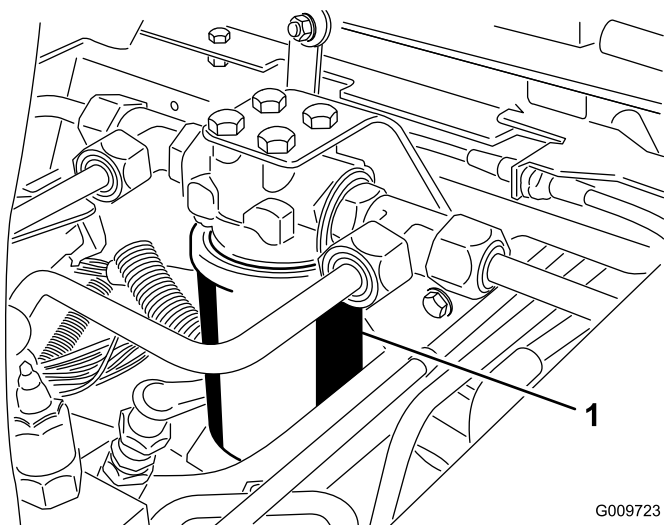
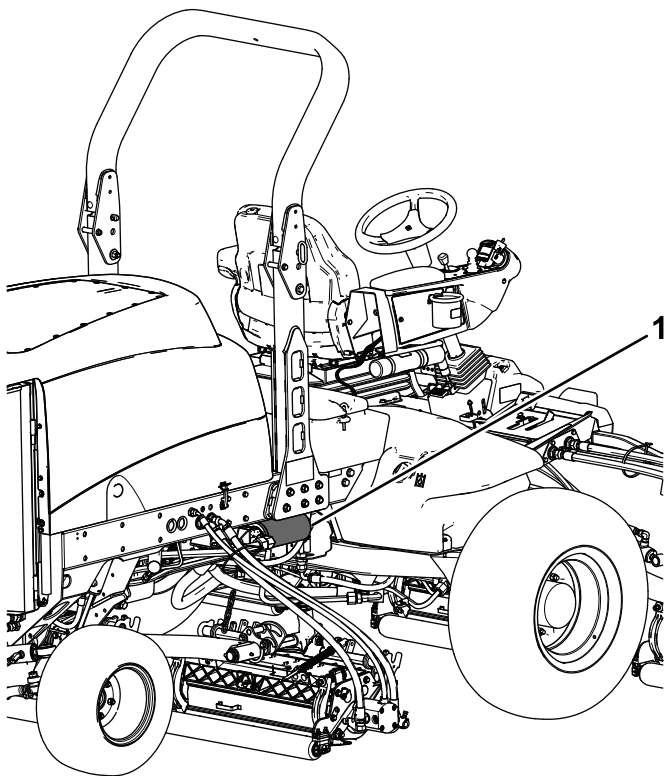

Figure 103
Figure 104
3. Placez un bac de vidange sous le filtre et déposez le filtre (Figure 103 & Figure 104).